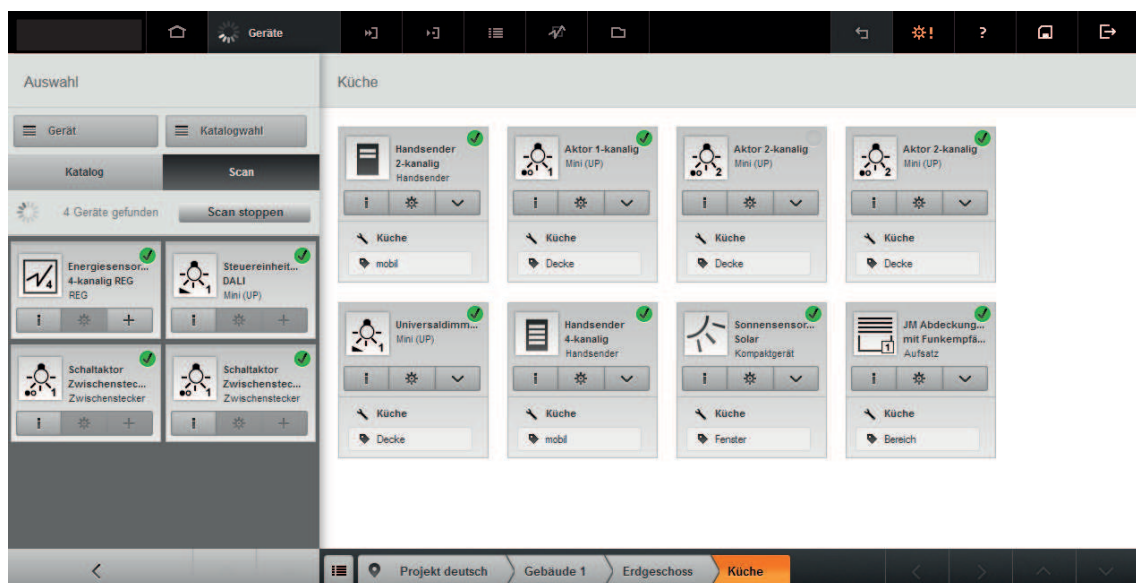

Bild 40: Sicht Geräte - Beispiel Anlagen-Scan
Geräte einer Anlage werden über einen Anlagen-Scan in den eNet-Server eingelesen und in der Geräteauswahl angezeigt (Bild 40).
- Registerkarte **Scan** wählen (Bild 40).